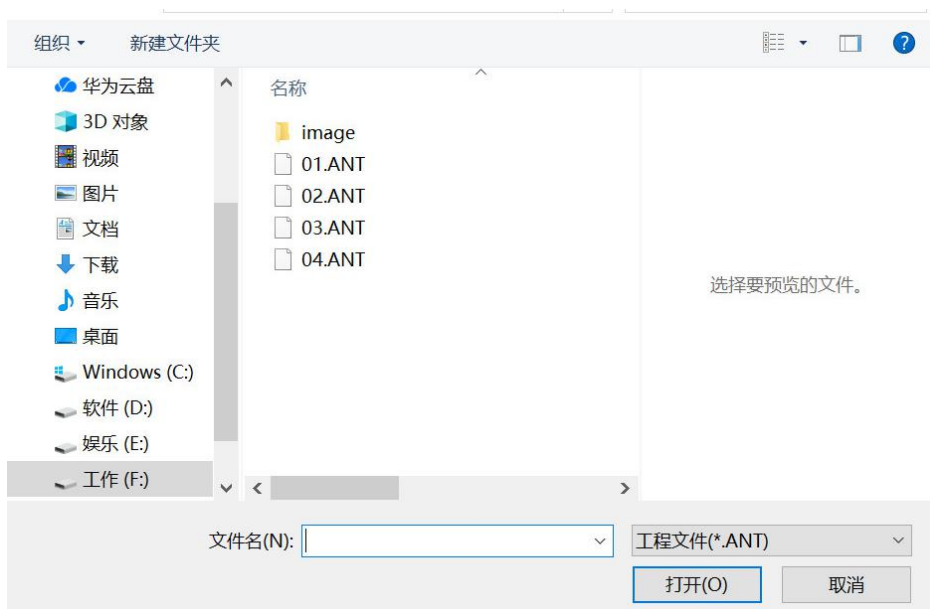

图 3-3 数据导入
- 打开数据文件：点击【打开数据文件】如图 3-3 所示，找到数据存放的文件夹，选择后缀为“ANT”的数据，打开即可，此时测点数据文件区域会显示此文件夹下的所有数据文件名。如图 3-1(b)所示，在测点数据文件区域，若文件名前出现图标，则表明该文件被选中进行分析处理；若文件名前出现图标，则表明该文件已经分析处理并保存；若文件名前未出现任何图标，则表明该文件既未被选